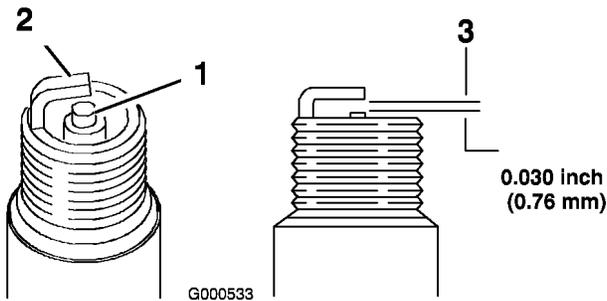

図 52
1. 中央の電極部(図 52)を観察する。
2. すきまゲージでエア・ギャップの点検を行い、隙間の大きさが適切でなければ側面の電極を注意深く曲げて調整する(図 52)。